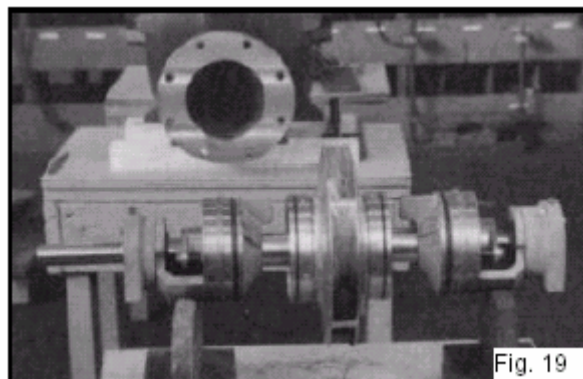

Fig. 19
4. Taper sur les presse-étoupe avec un marteau doux pour rompre le joint entre le presse-étoupe et la moitié inférieure du corps de pompe et retirer l'élément rotatif hors de la moitié inférieure du corps de pompe. On peut maintenant emmener l'élément rotatif à l'atelier. (Voir fig. 19)